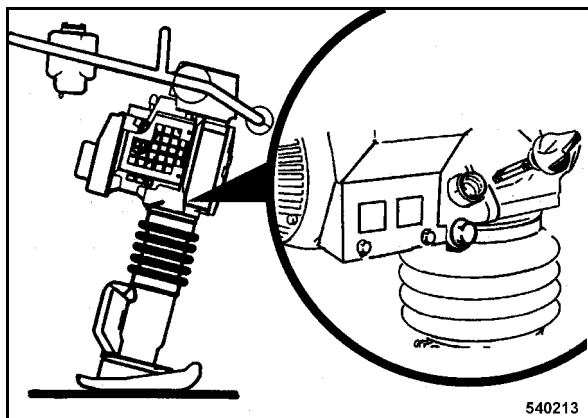

рис. 31
- Вывинтить указатель уровня масла (рис. 31), вытереть неворсистой, чистой тряпкой.